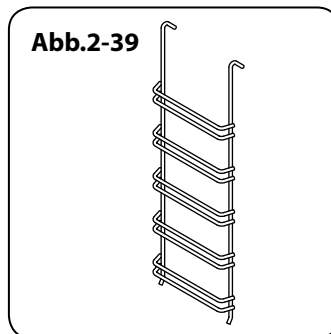

Abb.2-39
- Fünf Satz seitliche Halterungen ladder shelf supports (**Abb.2-39**)